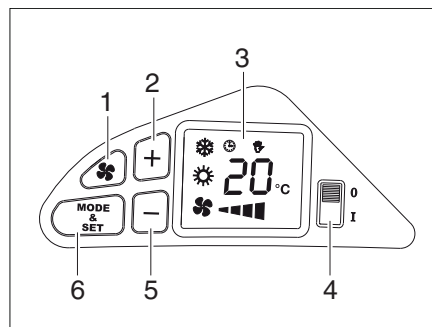

Fig. 127 Panel de mando
- Encender la instalación de aire acondicionado con el interruptor (Fig. 127,4). Al encender el sistema esperar siempre 2 minutos, antes de que el compresor se enciende y comienza a funcionar automáticamente.
- Seleccionar con la tecla (Fig. 127,6) el modo de funcionamiento deseado. Los símbolos en el display (Fig. 127,3) indican el modo de funcionamiento elegido:
- Pulsando simultáneamente la tecla (Fig. 127,1) y una de las teclas (Fig. 127,2) o (Fig. 127,5), la velocidad del ventilador se ajusta en el funcionamiento manual.
- Pulsando las teclas (Fig. 127,2) o (Fig. 127,5) la temperatura se ajusta
- Apagar la instalación de aire acondicionado con el interruptor (Fig. 127,4).